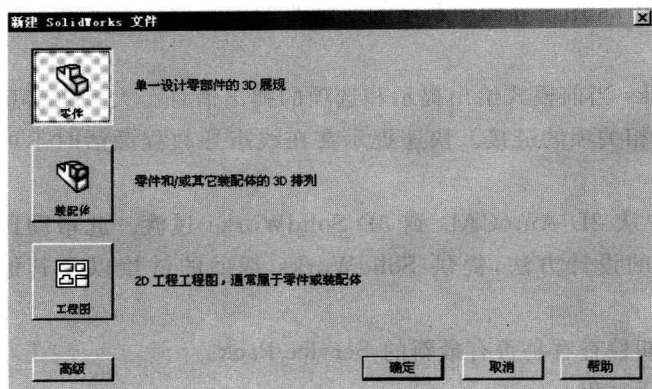

图 1-3 “新建 SolidWorks 文件”对话框
① 单击菜单栏中的“文件”→“新建”命令,或单击图示工具栏中的新建文档图标,或单击 SolidWorks 资源图标,在打开的“SolidWorks 资源”任务窗格中单击“开始”下的“新建文档”,系统将显示如图 1-3 所示的“新建 SolidWorks 文件”对话框。